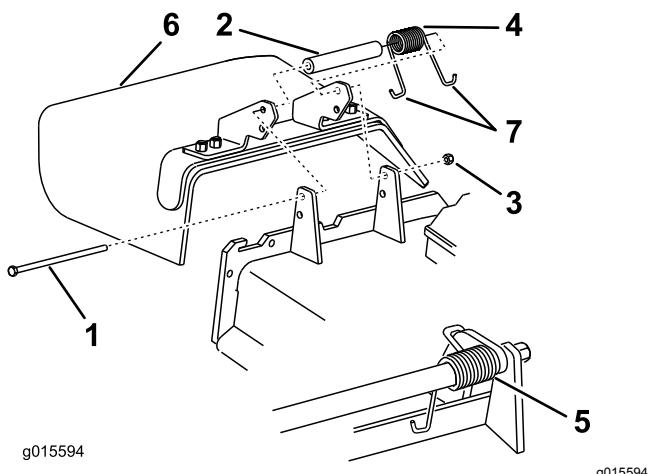

Figura 114
1. Retire la contratuerca, el perno, el muelle y el espaciador que sujetan el deflector a los soportes de pivote (Figura 114).
2. Retire el deflector de hierba dañado o desgastado (Figura 114).
Nota: Asegúrese de colocar un extremo con gancho en **J** del muelle detrás del reborde de la carcasa antes de instalar el perno, según se muestra en Figura 114.
6. Coloque 1 extremo en **J** del muelle alrededor del deflector de hierba (Figura 114).